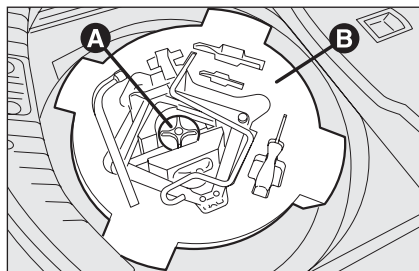

fig. 4
- ☐ per versioni dotate di ruotino di scorta occorre invece svitare il dispositivo di bloccaggio **A-fig. 4**, prelevare il contenitore attrezzi **B**, portarlo vicino alla ruota da sostituire e successivamente prelevare il ruotino di scorta;